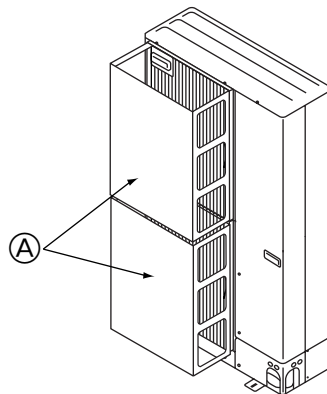

Fig. 3-3
② Se l'unità viene installata in luoghi in cui vi è il rischio che nell'uscita aria penetrino forti venti da tifone, ecc., installare una guida opzionale per l'aria. (Fig. 3-3)